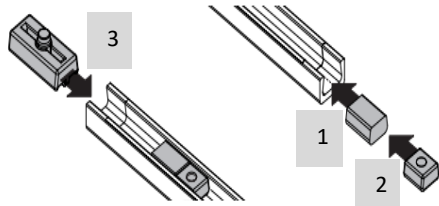
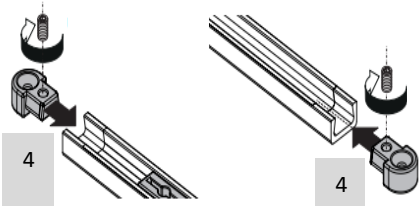

Bild 2
Bild 3
- Einführung des Dämpfungsklotzes(1), des Stoppers (2) und des Gleiters (3) in die Gleitschiene (sh. Bild 2) und Montage der Gleitschiene mittels der mitgelieferten Radiusendstücke (4 / Bild 3) an der Türblattoberkante. Der Stopper muss sich dabei auf der Bandseite des Türblatts befinden.